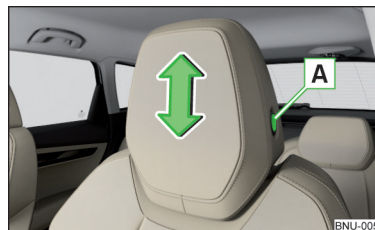

Fig. 96
- Para **ajustar la altura** mantener presionada la tecla de seguridad [A] y desplazar el soporte en la dirección deseada » fig. 96.